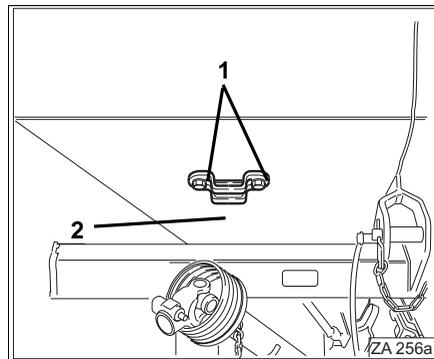

Fig. 61
- Percez deux trous ( $\varnothing$  12 mm) destinées aux vis de fixation (Fig. 61/1) à un emplacement de votre choix..
- Montez le support (Fig. 61/2) à l'aide des vis (Fig. 61/1).